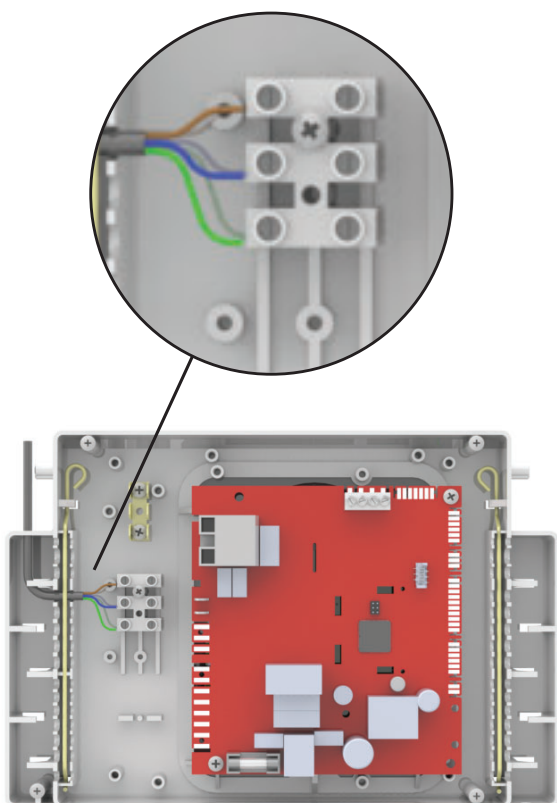

Fig. 25
- individuare la morsettiera posta a lato della scheda elettronica (fig. 25) e scollegare i poli di linea, neutro e massa del cavo precablato. Rimuovere il cavo. Cablare i rispettivi poli del nuovo conduttore rispettando le posizioni;